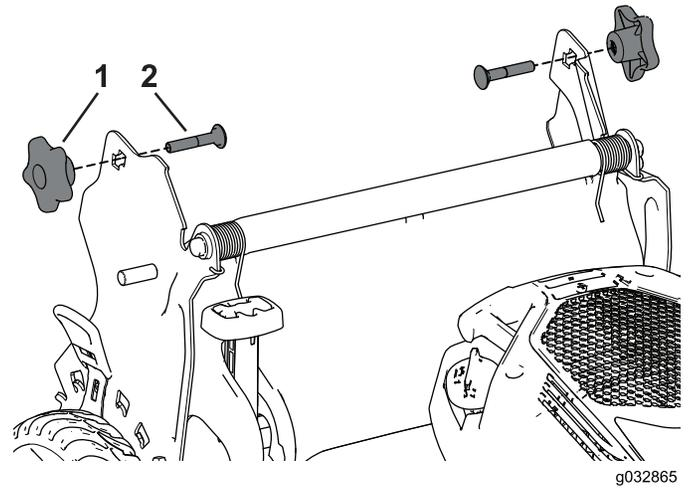

Figure 33
3. Insérez le boulon de carrosserie (la tête du boulon vers l'intérieur) dans le support du guidon et dans le trou supérieur à l'extrémité du guidon. Vérifiez que les bords carrés de chaque boulon de carrosserie s'engagent dans le trou carré supérieur ou inférieur du support de guidon correspondant (Figure 33).